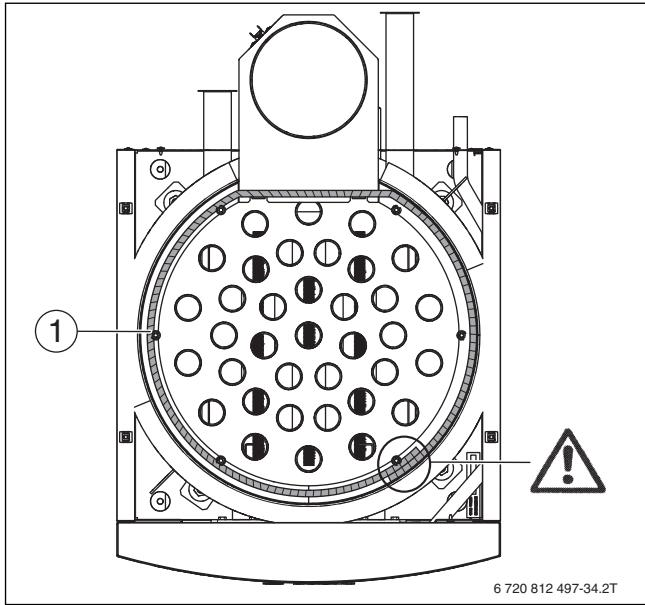

Рис. 38 Укладка уплотнительного шнура
- Снова уложите уплотнительный шнур (→ рис. 38, стр. 34).